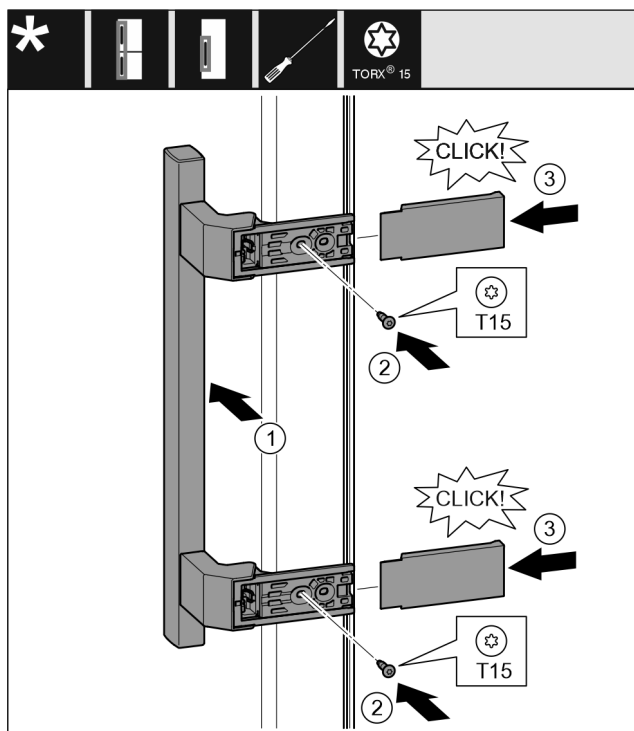

Fig. 20
- ▶ Poser la poignée sur le côté opposé. Fig. 20 (1)
- ▶ Serrer les vis avec un tournevis T15. Fig. 20 (2)
- ▶ Mettre en place les caches latéralement et les enfiler. Fig. 20 (3)